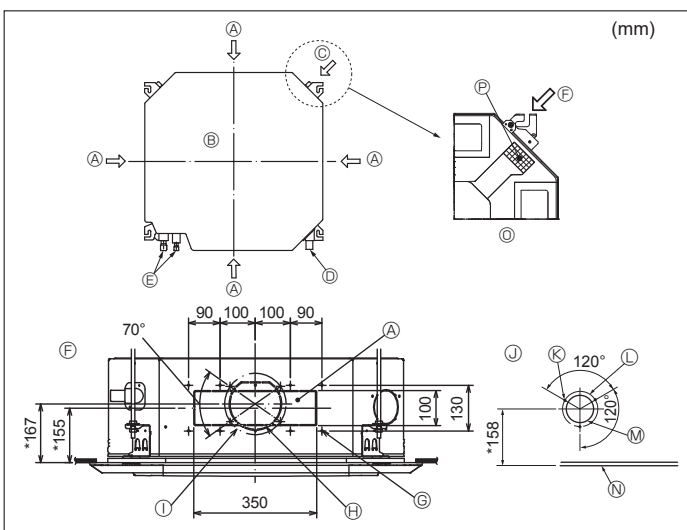

Fig. 3-4
3.4. Åbning til forgreningskanal og åbning til friskluft-sindtag (Fig. 3-4)
Når enheden monteres, bruges kanalåbningerne (udskæringer) placeret som vist i Fig. 3-4 når og hvis behovet opstår.